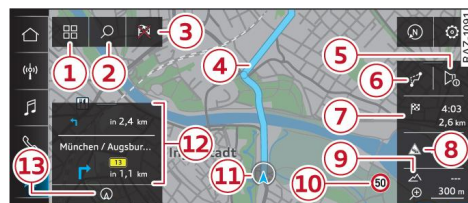

Fig. 139 Navegación activa
- ▶ Pulse en el menú lateral del mapa en  ⇒ *pág. 223, fig. 139.*
- ▶ Válido para: MMI: pulse en  ⇒ *pág. 223, fig. 139.*
A continuación describimos una serie de gestos que permiten manejar el mapa ⇒ *pág. 223, fig. 139*.
- Pulse en el menú lateral del mapa en  ⇒ *pág. 223, fig. 139*.
① Ruta actual